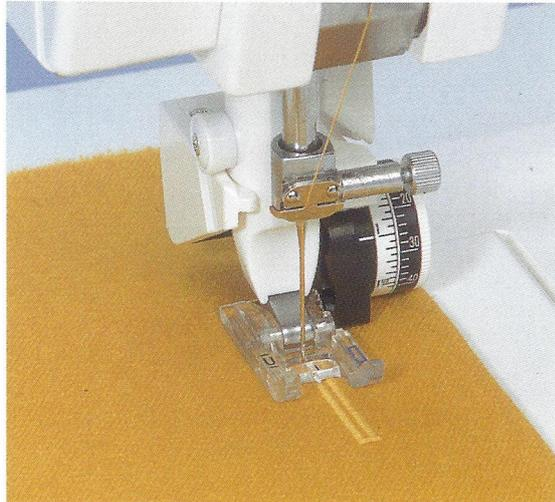

Abb.2
- Nähen. Die Maschine hält von selbst an, wenn das Knopfloch genäht ist (Abb.2).